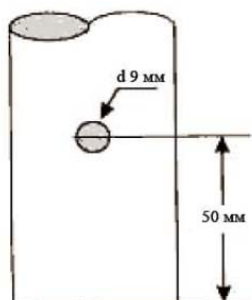

Рисунок 1
1. Просверлите сквозное отверстие диаметром 9 мм в обеих стенках мачты, центр отверстия должен находиться в 50 мм от ее нижнего торца (см. Рисунок 1). При сверлении держите дрель строго перпендикулярно и по центру мачты, чтобы отверстия в ней потом совпали с отверстиями в фиксаторе основания.